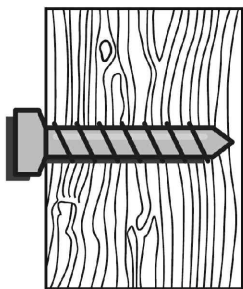

Figura 1
**Sistema de fijación:** Tornillo de anclaje (Incluido) insertado directamente en la viga de madera. (Figura 1)
**Sistema de fixação:** Parafuso de fixação (incluído) inserido diretamente na viga de madeira (Figura 1).